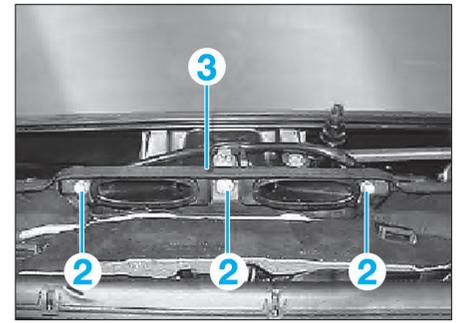

Fig. 19
- Déposer les vis (2) et enlever la paroi de limitation du chauffage (3) (Fig.19).